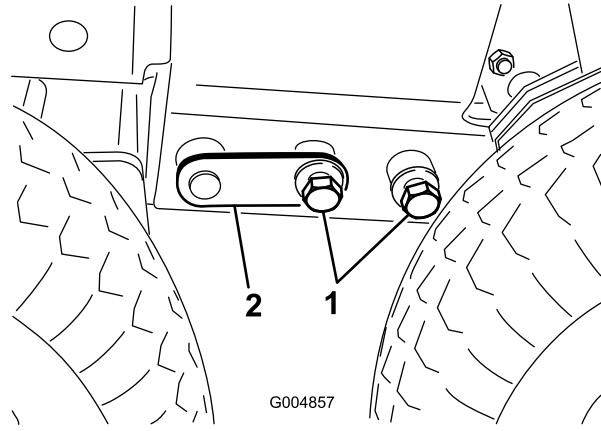

Рисунок 78
26. Снимите два болта (диаметром 3/4 дюйма), которые крепят переднюю раму к задней раме перед ведущим колесом, с каждой стороны рамы (Рисунок 78).